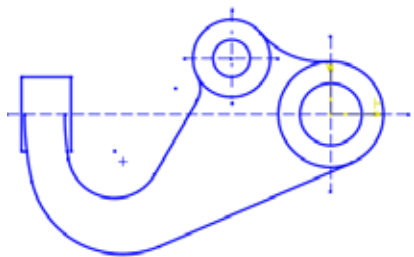

图5-124 修剪图形
- 11 最后修剪图形，得到最终的草图，结果如图5-124所示。